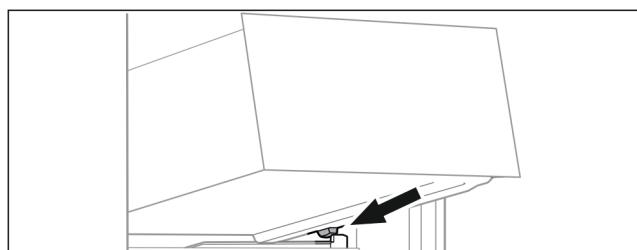

Fig. 70
- Așezați sertarul oblic în spatele opritoarelor pe nervura recipientului. (vezi Fig. 70)